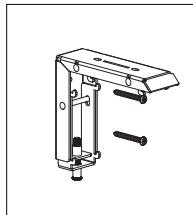
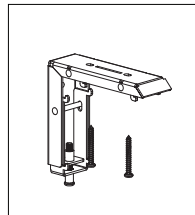

图2
图3
a. 木质墙壁或天花板安装: 将2个 $\phi 5 \times 40$ 的自攻螺丝穿过安装架背部或顶部相对应的孔, 使其固定在墙壁或天花板上。(如图2、图3)